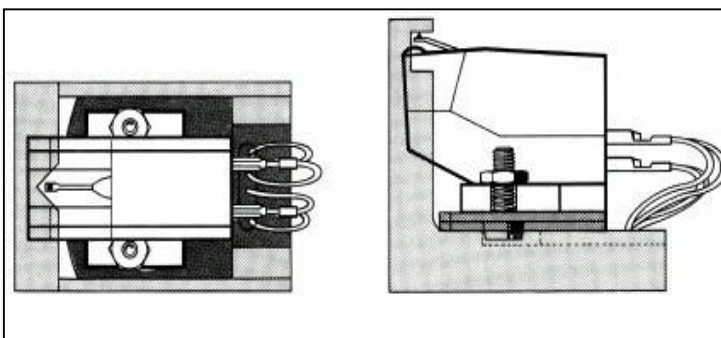

Рис. 9
Для выполнения точной регулировки так называемого выноса иглы вставьте корпус звукоснимателя с головкой в установочный уровень, входящий в комплект поставки. Регулировка выполнена правильно, если игла находится на одном уровне с V-образной канавкой на уровне, если смотреть сверху. Если смотреть со стороны, то игла должна быть видна в пределах прямоугольной канавки уровня (Рис. 9). Отрегулируйте головку в корпусе, пока не будет достигнуто требуемое положение. В конце затяните установочные винты, установите корпус звукоснимателя с головкой на тонарм и затяните стопорное кольцо (9).